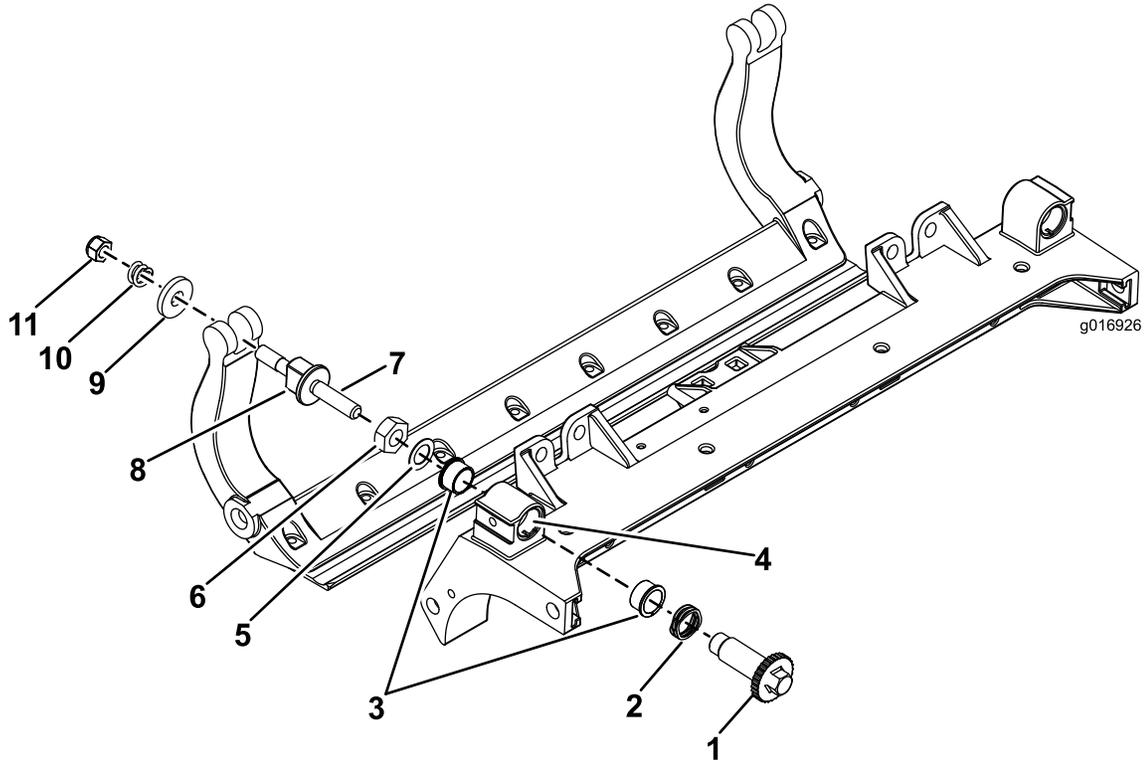

Bild 34
1. Entfernen Sie alle Teile (siehe *Installationsanleitung* für das HD-DPA-Kit, Modellnr. 120-7230, und auch Bild 34).
2. Tragen Sie ein Gleitmittel innen im Büchsenbereich am Trägerrahmen der Schneideinheit auf (Bild 34).
3. Fluchten Sie die Keile an den Flanschbüchsen mit den Schlitten im Rahmen aus und setzen Sie die Büchsen ein (Bild 34).
4. Legen Sie eine Wellenscheibe auf die Einstellerwelle und schieben Sie die Welle auf die Flanschbüchsen im Schneideinheitrahmen (Bild 34).
5. Befestigen Sie die Einstellerwelle mit einer Flachscheibe und einer Sicherungsmutter (Bild 34). Ziehen Sie die Sicherungsmutter mit 20-27 N m.
Hinweis: Legen Sie eine Nylonscheibe an jede Seite des Seitenplattenansatzes. Legen Sie eine Stahlscheibe außen auf jede Nylonscheibe (Bild 34).